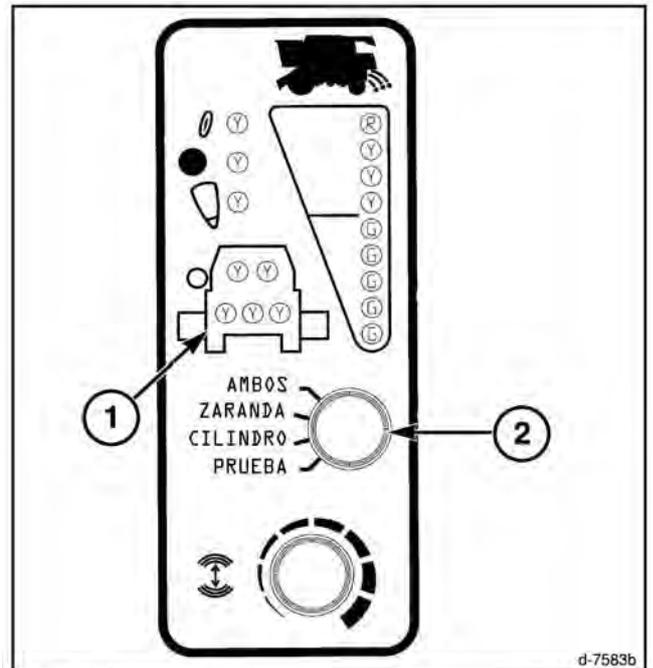

FIG. 104
FIG. 104: un segundo grupo de 5 testigos amarillos (1) representa a los palpadores sensores de pérdida de granos. Los 2 testigos superiores son del sensor del cilindro. Los testigos inferiores representan al sensor de zaranda izquierdo, central (si está equipado) y derecho respectivamente. Estos testigos tienen una doble función.